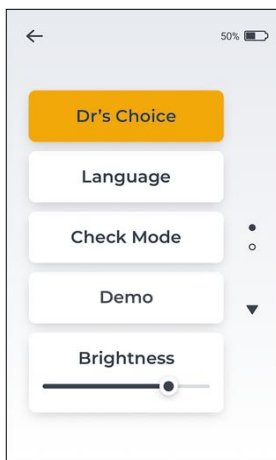
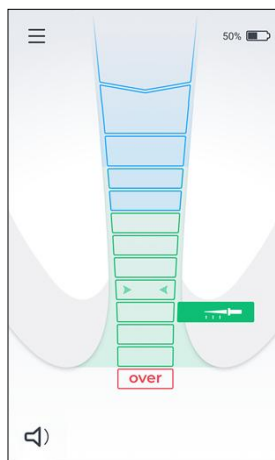

Fig. 12
Fig. 13
- Accesați meniul Setări și atingeți fila Alegerea medicului – vezi Fig. 12. Fila „Alegerea medicului” va deveni portocalie în timp ce este activată, iar linia apicală Alegerea medicului va apărea pe ecranul principal - vezi Fig. 13.
- Pentru a dezactiva linia apicală „Alegerea medicului”, mergeți la meniul de configurare și opriți „Alegerea medicului” apăsând pe fila „Alegerea medicului” – a se vedea Fig. 12.